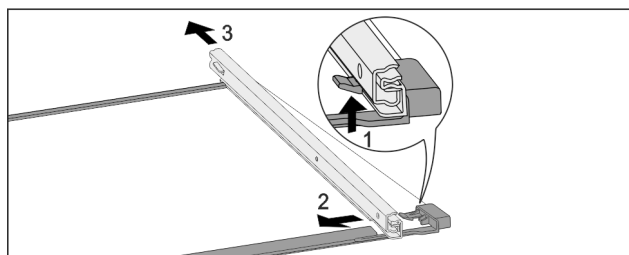

Fig. 179 Staklena ploča s vodicama
- Prednji uskočnik pritisnite prema gore. Fig. 179 (1)
- Izvlačnu vodicu povucite u stranu Fig. 179 (2) i prema natrag Fig. 179 (3).